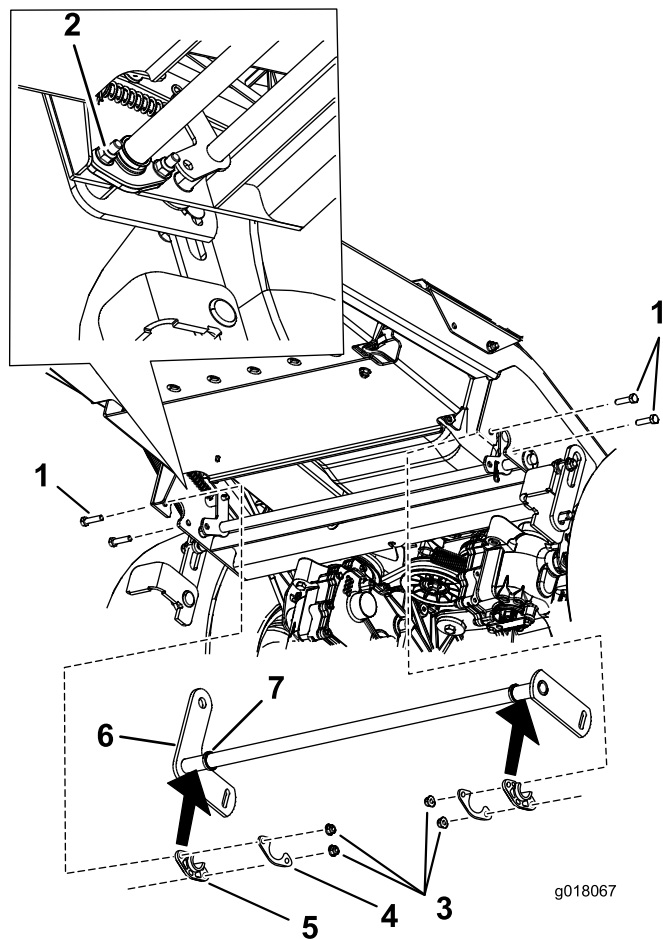

Figura 2
- Rimuovete i due dadi e i due bulloni da ciascuna boccola flangiata esistente (Figura 2).